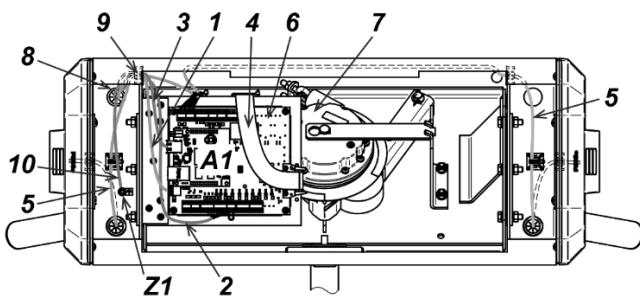

Рисунок 14. Схема прокладки кабелей в стойке ЭП
6. Подготовьте в полу отверстия под гильзы анкеров для крепления стойки ЭП. Установку и крепление стойки производите после прокладки всех кабелей в кабельном канале и внутри стойки. Схема прокладки кабелей в стойке и места расположения отверстий, в которые следует установить изоляционные втулки из комплекта поставки, показаны на рис. 14.
- Протяните кабели внутри стойки. Рекомендуемое расположение кабелей при прокладке внутри стойки показано на рис. 14.
16. Выполните заземление стойки ЭП в соответствии с требованиями ПУЭ («Правила устройства электроустановок»). Контакт заземления **Z** находится под крышкой стойки (3), слева от плат контроллера (см. рис. 14).
17. Проверьте правильность и надежность всех электрических подключений. При помощи площадок самоклеящихся и стяжек неоткрывающихся из комплекта поставки закрепите все кабели. После подключения всех кабелей и закрепления стойки на полу установите на место крышку (3) (см. разд. 6). Закройте заглушками Ø30 мм из комплекта поставки четыре отверстия для анкерных болтов в основании (2) и вспомогательное отверстие для подводки кабелей в нижней части каркаса (1) (если оно не используется).
18. Для установки в рабочее положение преграждающих планок снимите с поворотного механизма крышку (6), отвернув винт M4×25. Отверните болт M8×30, установленный на преграждающей планке (5). Установите преграждающую планку в соответствующее посадочное место и зафиксируйте болтом. Под головку болта установите пружинную шайбу. Затяжка болтов должна обеспечивать надежную фиксацию преграждающей планки (без люфта). Повторите операции при установке остальных преграждающих планок. Установите на место крышку (6) согласно рекомендациям разд.6.